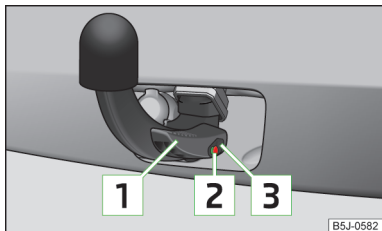

Fig. 124
- ✓ Maneta **1** se află sus de tot » fig. 124.